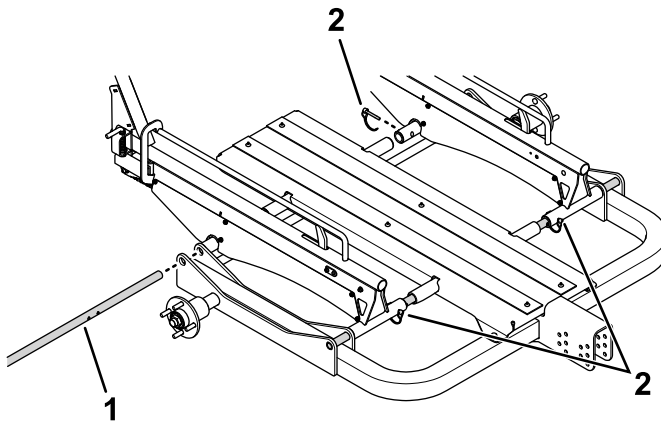

Bild 19
2. Lassen Sie das Radlade-Kit oder Schienenlade-Kit und die Mittelstütze durch einen Helfer festhalten, während Sie die Stützstangen durch die Löcher im Kit, in der Mittelstütze und im Hauptrahmen einsetzen (Bild 19).